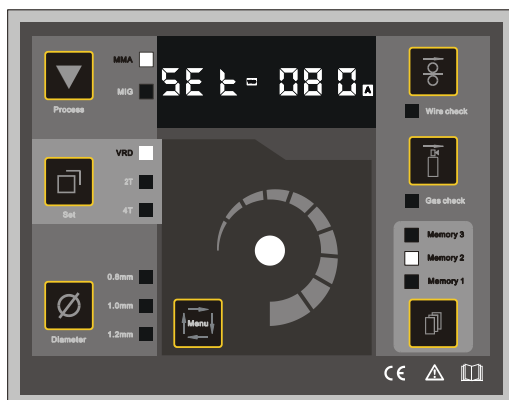
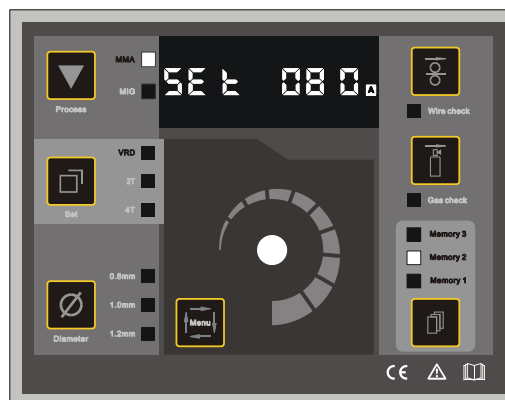

Рисунок 2: Режим MMA, установленный ток
Рисунок 3: Режим MMA, установленный ток
- б) В режиме STICK, нажмите **【VRD/2T/4T переключатель】**, VRD функция активна, когда индикатор горит и дисплей включен. VRD функция не активна, если индикатор не горит. (Рисунок 2, Рисунок 3)